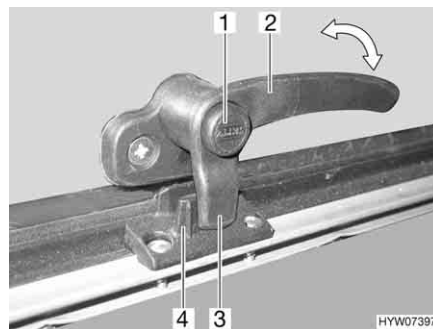
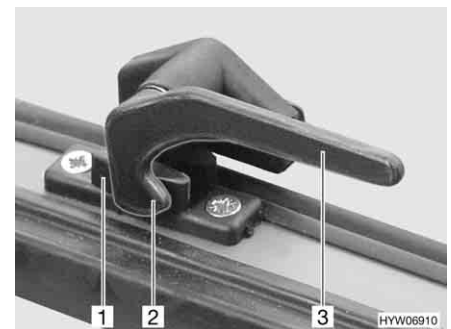

Fig. 87 Palanca de bloqueo con botón de seguridad en la posición de "cerrado"
Fig. 88 Palanca de bloqueo en la posición de "cerrado"
Abrir: ■ Si existe, pulsar el botón de seguridad (Fig. 87,1) y mantenerlo pulsado.
■ Girar toda la palanca de bloqueo (Fig. 87,2 ó Fig. 88,3) un cuarto de vuelta hacia el centro de la claraboya.
- Si existe, pulsar el botón de seguridad (Fig. 87,1) y mantenerlo pulsado.
- Girar todas las palancas de bloqueo (Fig. 87,2 ó Fig. 88,3) un cuarto de vuelta hacia el marco. El saliente de bloqueo (Fig. 87,3 ó Fig. 88,2) se encuentra en la cara interior del bloqueo de la claraboya (Fig. 87,4 ó Fig. 88,1).
- En la posición "cerrada fijamente" (Fig. 87 y Fig. 88)